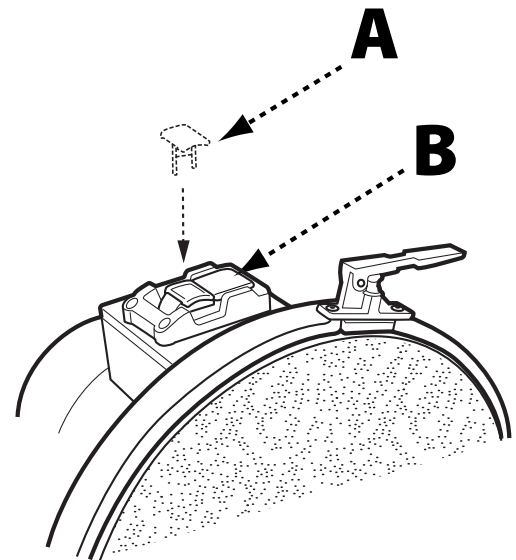

FIGURE 5
**REMARQUE :** La ponceuse à disque DELTAMD de 30,5 cm utilise une clé de sécurité (A), comme il est indiqué à la Figure 5. La clé de sécurité doit être enclenchée pour pouvoir utiliser l'appareil. Avant de procéder au démarrage de la ponceuse, vérifiez que la clé de sécurité est installée.
- L'interrupteur ON/OFF (MARCHE/ARRÊT) (B) est situé sur le dessus du moteur. Pour démarrer la ponceuse (« ON »), déplacez l'interrupteur vers l'arrière de la ponceuse.
Lorsque l'appareil n'est pas utilisé, l'interrupteur doit être verrouillé sur la position « OFF » (ARRÊT). Ceci peut être effectué en saisissant la clé de sécurité (A), comme indiqué à la Figure 5, et en la retirant de l'interrupteur. Une fois la clé de sécurité retirée, l'interrupteur ne